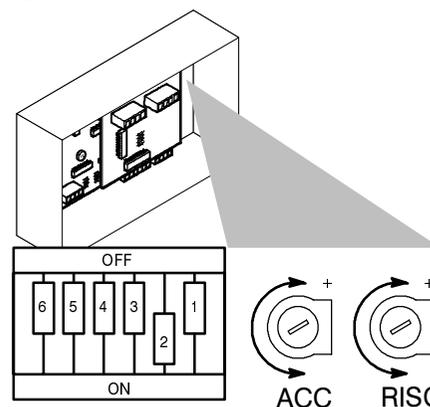
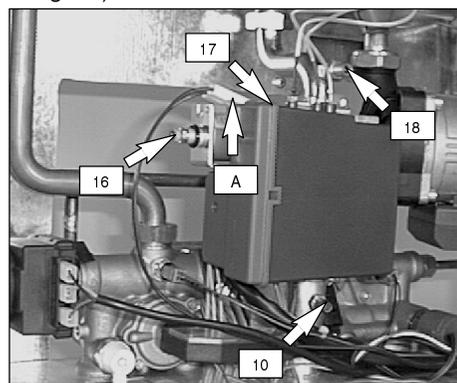

fig. 5.4
fig. 5.2
- 1 Agire con un cacciavite appropriato sul potenziometro di regolazione "RISC" (fig. 5.4). Ruotando il potenziometro in senso antiorario si diminuisce la corrente massima di alimentazione del modulatore gas (16 in fig. 5.2), e di conseguenza, la pressione del gas al bruciatore.
- Ricollegare il filo di alimentazione "A" dell'operatore modulante (fig. 5.2).
- Confrontare la massima portata di gas al contatore con i dati di tab. 5.3 e tab. 5.4. Per controllare il valore di pressione utilizzare la presa pressione uscita valvola gas (18 in fig. 5.2) e confrontare quest'ultimo valore con la stessa tabella.
Per tarare la pressione al bruciatore agire sul dado in plastica tenendo fermo il dado in ottone dell'operatore modulante (16 in fig. 5.2).
- Richiudere la presa di pressione** (18 in fig. 5.2).
- Aprire la presa di pressione in uscita alla valvola gas (18 in fig. 5.2) e collegare un manometro.
Per tarare l'accensione spostare il micro selettore "6" (fig. 5.4) in posizione ON ed agire sul potenziometro "ACC" con un cacciavite appropriato fino a ottenere un'accensione corretta
Dopo ogni misurazione delle pressioni gas, **richiudere bene** le prese di pressione utilizzate (10 e 18 in fig. 5.2), inoltre dopo ogni operazione di regolazione gas **gli organi di regolazione della valvola devono essere sigillati**.
- 2 A caldaia spenta (fuori servizio), controllare con un manometro la pressione di alimentazione utilizzando la presa pressione ingresso valvola gas (10 in fig. 5.2) e confrontare il valore letto con quelli riportati nella tabella **Pressioni di alimentazione gas** a pag. 4, 5
- 3 **Richiudere bene la presa di pressione (10)**
- 5 Sconnettere il filo di alimentazione (A) dell'operatore modulante (16) della valvola gas (17) facendo attenzione che non vada a toccare le parti metalliche della caldaia (fig. 5.2).
- 6 Prelevare un'abbondante quantità d'acqua calda sanitaria e confrontare quindi la minima portata di gas al contatore con i dati di tab. 5.1 e tab. 5.2. Per controllare il relativo valore di pressione utilizzare la presa pressione uscita valvola gas (18 in fig. 5.2) e confrontare quest'ultimo valore con la stessa tabella. Per tarare la pressione al bruciatore agire sul dado in ottone dell'operatore modulante (16 in fig. 5.2).